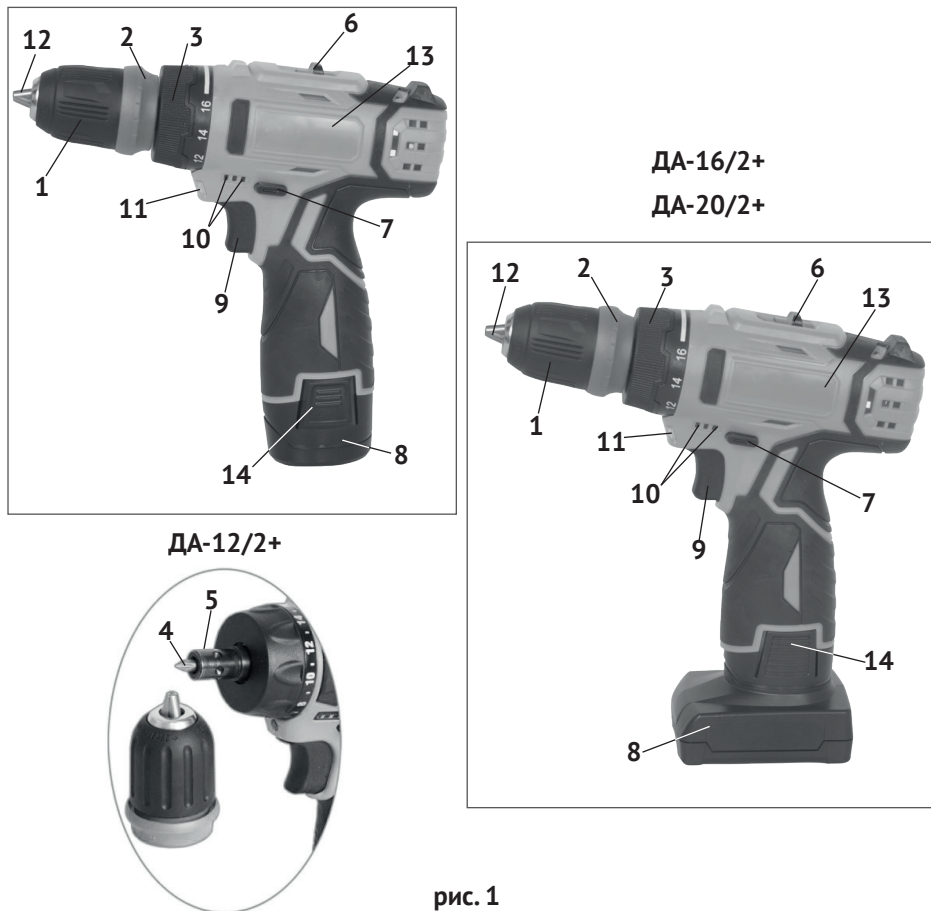

рис. 1
1.6 Общий вид дрели представлен на рис.1
1.7 Механизм дрели расположен в обрезиненном пластиковом корпусе (рис.1 поз.13), состоящем из двух частей: правой и левой. Он состоит из электродвигателя постоянного тока и редуктора с планетарным 2-х скоростным меха-
1.8 Клавиша выключателя (рис.1 поз.9) расположена в передней части рукоятки. При нажатии на клавишу включается двигатель дрели. Усилие, приложенное к клавише, изменяет скорость вращения двигателя. При запуске двигателя автоматически включается светодиодный фонарь (рис.1 поз.11), обеспечивающий локальную подсветку рабочей области, и индикаторы (рис.1 поз.10), отображающие степень заряженности подключённой АБ.
Над клавишей выключателя находится переключатель реверса (рис.1 поз.7), пластинчатой формы. В нейтральном положении он выполняет функцию блокиратора клавиши от случайного включения. Стрелками на торцах пластины, указывается направление вращения патрона (рис.1 поз.1).
1.9 Сверху на корпусе расположен ползунок (рис.1 поз.6) переключения диапазона скорости, имеющий два фиксированных положения: 1 (L) – низкая скорость, высокий момент; 2 (H) – высокая скорость, низкий момент.
1.10 В передней части корпуса расположено кольцо регулировки (рис.1 поз.3). Это кольцо фиксирует одну из 16-и, позиций предельного момента затяжки, при работе дрелью, как шуруповёртом, или переключает редуктор в режим сверления – символ «сверло».
Внимание! Перед установкой/извлечением аккумуляторной батареи отключить инструмент, установив переключатель направления вращения (рис.1 поз.7) в среднее положение (блокировка клавиши выключателя).
- вставить аккумуляторную батарею в рукоятку дрели (снизу-вверх) и задвинуть её до фиксации защёлками (рис.1 поз.14) с характерным щелчком;
- отключить двигатель (при отключённом двигателе шпиндель автоматически стопорится) и перевести переключатель реверса (рис.1 поз.7) в положение блокировки клавиши выключателя;
- для включения дрели необходимо нажать и удерживать клавишу выключателя (рис.1 поз.9);
- в среднем положении переключатель направления вращения (рис.1 поз.7) блокирует клавишу выключателя, исключая случайное включение дрели;
2.2.5 Функции регулировочного кольца (рис.1 поз.3):
На регулировочное кольцо (рис.1 поз.3) нанесены символы: от «1» до «16» - 16 фиксированных положений предельного момента затяжки и символ «дрель». Установка режима работы и предельного момента затяжки осуществляется совмещением нужного символа на кольце со стрелкой на корпусе дрели.
- выставив ползунком переключателя (рис.1 поз.6) диапазон 1(L) получаем при низком числе оборотов (300 об/мин) высокий показатель крутящего момента. Этот режим применяется при закручивании шурупов, винтов, саморезов и болтов больших размеров;
- при установке диапазона 2(H) получаем максимальное число оборотов (1250 об/мин), но меньший показатель крутящего момента. При данном режиме работаем в режиме сверления или закручивания/выкручивания мелкого крепежа.
- повернуть кольцо регулировки (рис.1 поз.3) в положение «сверло»;